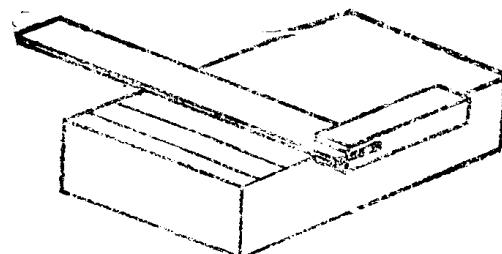

图 2-10 用直角尺划平行线
2) 用直角尺推平行线 用直角尺紧靠工件平直的边，并沿边移动，另用钢皮尺量好尺寸后，沿直角尺边划出线即得（见图2-10）。